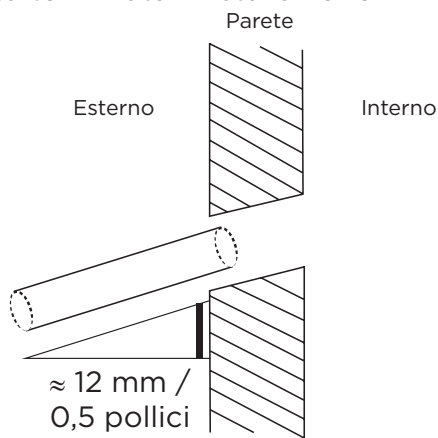

Fig. 6.5
- Utilizzando un trapano da 65 mm (2,5 pollici) o 90 mm (3,54 pollici), praticare un foro nel muro. Assicurarsi che il foro sia praticato con un leggero angolo verso il basso, in modo che l'estremità esterna del foro sia inferiore all'estremità interna di circa 12 mm (0,5"). Ciò garantirà un corretto drenaggio dell'acqua (vedi Fig. 6.5). Posizionare il bracciale protettivo nel foro. Questo protegge i bordi del foro e aiuterà a sigillarlo una volta terminata l'installazione.